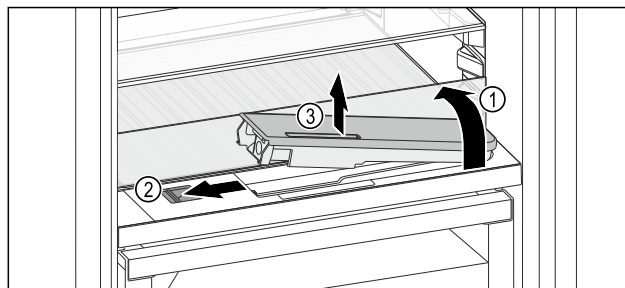

Fig. 165
- Skleněnou desku nadzvedněte a zaklapněte dozadu až na doraz *Fig. 165 (1)*.
- Posuvník *Fig. 165 (2)* posuňte doleva.
- Vyjměte nádržku na vodu *Fig. 165 (3)*.